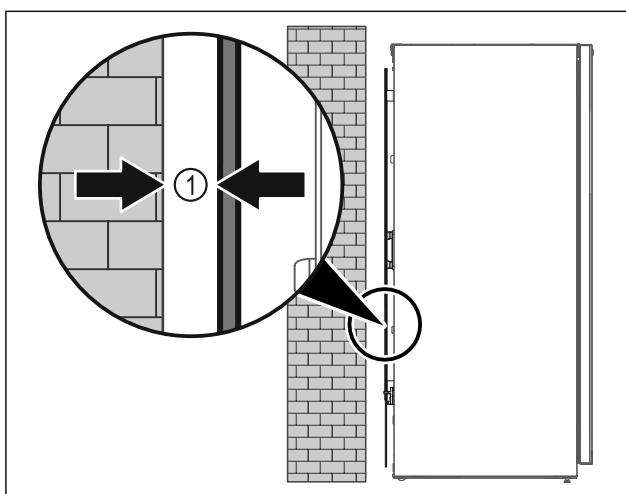

Fig. 6
- Поставити пристрій в приміщенні окремо або безпосередньо до стіни на відстані 5 мм Fig. 6 (1).